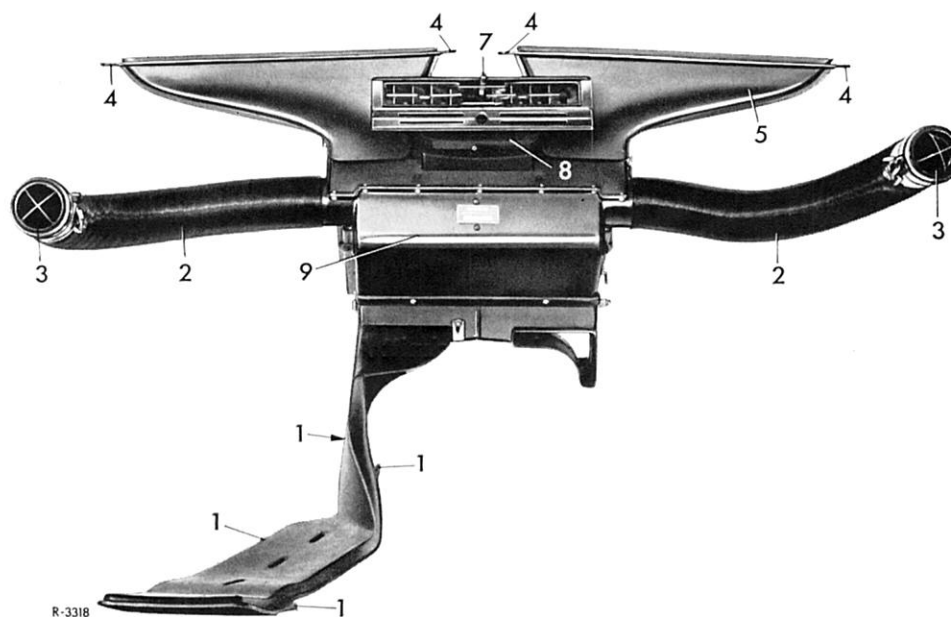

Bild 83-1/1
- 3 Verbindungsschlauch zur rechten Ringdüse (3) entfernen (Bild 83-1/1).
- 4 Beide Muttern (4) für die rechte Entfrosterdüse (5) entfernen.